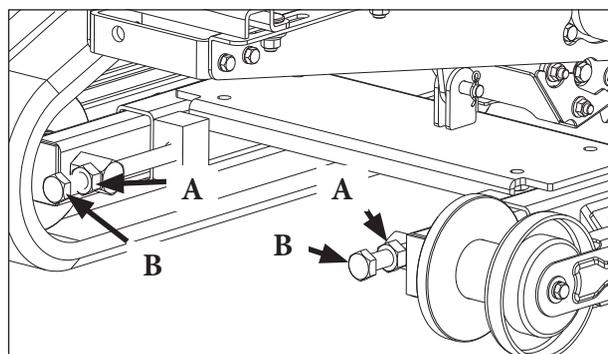

Bild 27
2. Lösen Sie die Sicherungsmutter (A, Abbildung 27) im hinteren Teil der Maschine.
3. Drehen Sie den Spannbolzen (B, Abbildung 27) im Uhrzeigersinn, um die Raupenspannung zu erhöhen, und gegen den Uhrzeigersinn, um sie zu verringern.